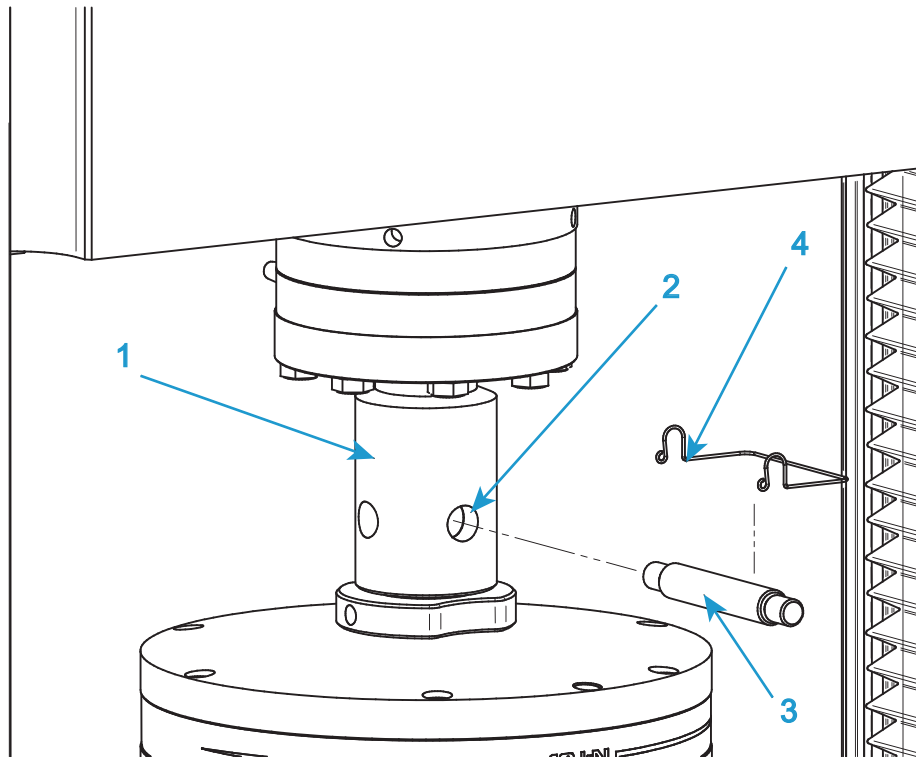

Abbildung 17. Typische Spannzeug-Installation
Siehe Abbildung 17 auf Seite 89, wenn Sie dieser Prozedur folgen.
1. Für das obere Spannzeug führen Sie den Adapter auf dem Spannzeug in die Steckbolzenbuchse (1 in Abbildung 17) am Kraftaufnehmeradapter ein.
2. Richten Sie die Steckbolzen zueinander aus (2 in Abbildung 17) und stecken Sie den Steckbolzen (3 in Abbildung 17) durch die Bohrungen.
3. Sichern Sie den Steckbolzen mit dem Steckbolzen-Clip (4 in Abbildung 17).